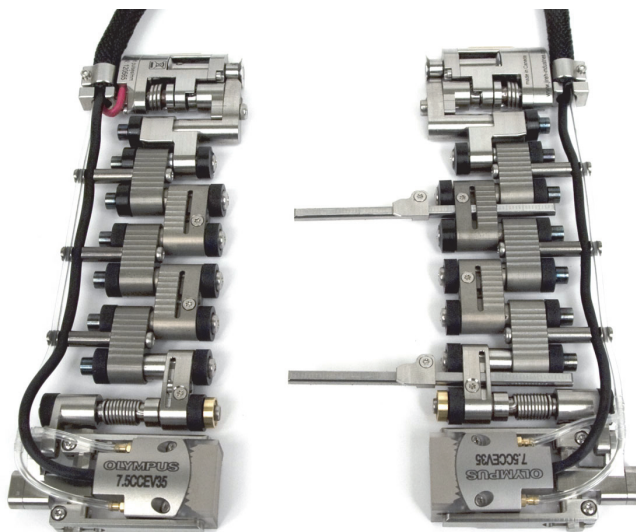

Figura 2-20 Separe as duas metades do escâner
3. Para rastreamento com sonda de elemento duplo, deve-se separar as duas metades do escâner (veja Figura 2-20 na página 49):